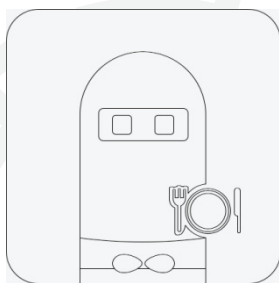

Figure 4. Icône de l'application PEANUT
- ⑦ Une fois le robot sous tension, le logo de démarrage, l'animation PEANUT et le bureau Android s'affichent tour à tour. Le démarrage dure environ 40 secondes.
- ⑧ L'application PEANUT se lance automatiquement par défaut au démarrage. Si l'application PEANUT ne démarre pas, appuyez sur l'icône de l'application PEANUT (voir Figure 4) sur le bureau du système pour la lancer.